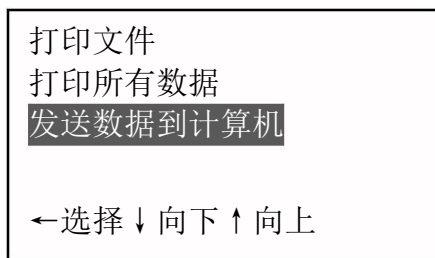

图 44
- b. 用 \downarrow 或 \uparrow 键将光标移至发送数据到计算机，如图 44